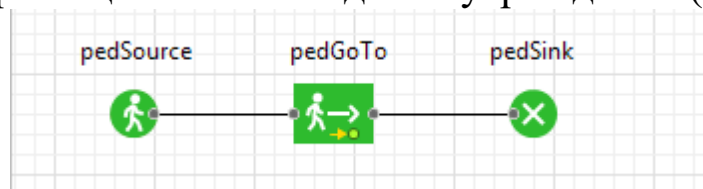

Рисунок 7.4 – Потокковая диаграмма
3. Создание диаграммы процесса, предназначенной для задания логики перемещения пешеходов внутри здания (Рисунок 7.4).